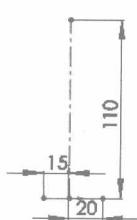

图 1.2.2 草图 1
Step2. 创建图 1.2.2 所示的草图 1。
(1) 选择命令。选择下拉菜单 **插入①** → **草图绘制** 命令。
(2) 选取前视基准面作为草图基准面，绘制图 1.2.2 所示的草图 1。
(3) 选择下拉菜单 **插入①** → **退出草图** 命令，退出草图绘制环境。
说明：图 1.2.2 所示草图为两条构造线。